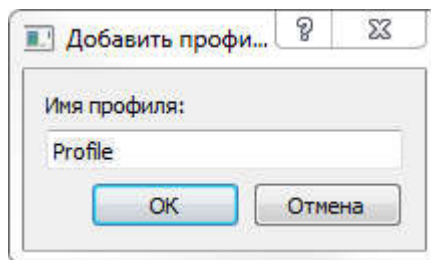

Рис. 2.5.2 Диалог добавления нового профиля.
- «Добавить» - эта кнопка вызывает диалог добавления нового профиля (рис. 2.5.2). В нём после ввода названия профиля, и если профиль еще не существует, он добавится и отобразится в списке слева;